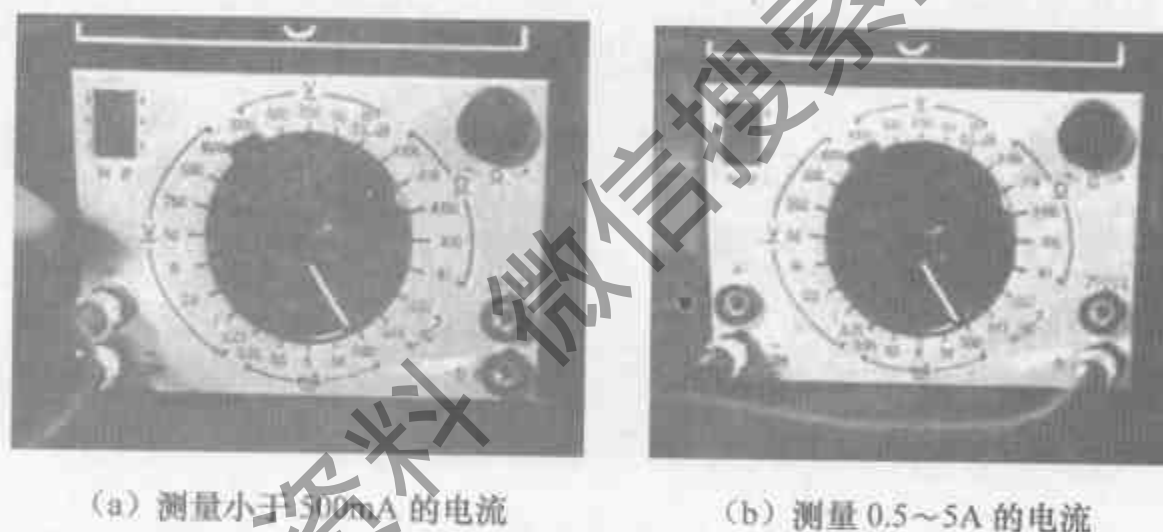

图 7-47 测量电流
⑤ 测量 500mA 以下的直流电流时，将挡位选择开关置于所需要的“mA”挡，如图 7-47 (a) 所示。测量 0.5~5A 的直流电流时，将挡位选择开关置于“500mA”挡，正表笔插入“5A”插孔，如图 7-47 (b) 所示。